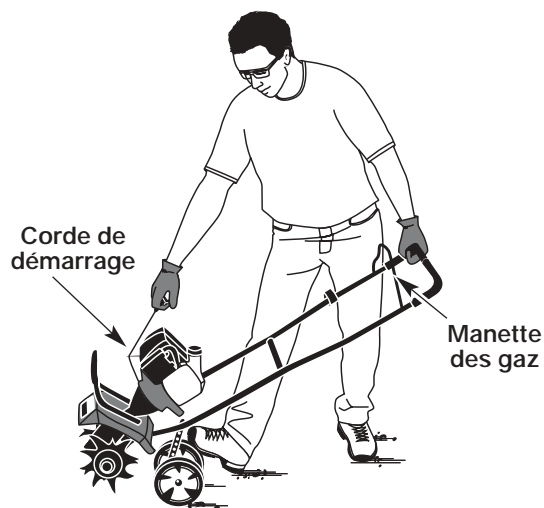

Fig. 12
**AVERTISSEMENT:** éviter le démarrage accidentel. Se tenir en position de démarrage pour lancer le moteur (Fig. 12). Lors du démarrage, l'opérateur et l'outil doivent être en position d'équilibre afin d'éviter le risque de blessures graves.
5. Levez-vous en position de départ et **n'appuyez pas sur la manette des gaz** (Fig. 12). Tirez sèchement sur le cordon de démarrage jusqu'à 5 à 10 fois.